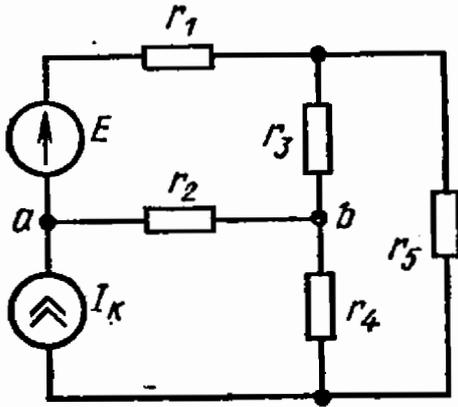

Рис. 1.37
1.37. Определить ток в ветви ab (рис. 1.37), если $E = 20 \text{ В}$, $J_k = 10 \text{ А}$, $r_1 = 4 \text{ Ом}$, $r_2 = 2 \text{ Ом}$, $r_3 = 6 \text{ Ом}$, $r_4 = 4 \text{ Ом}$, $r_5 = 10 \text{ Ом}$.